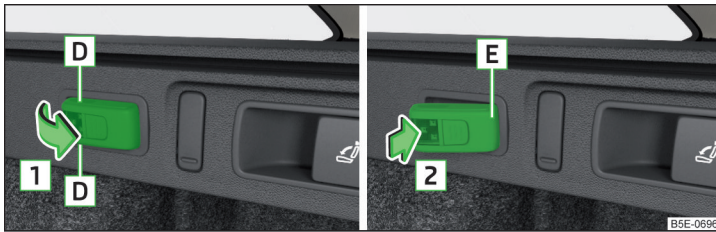

Abb. 141 Leuchte herausnehmen / Leuchte einsetzen
- Zum **Herausnehmen** die Leuchte im Bereich **D** fassen und in Pfeilrichtung **1** herausschwenken » Abb. 141.
- Zum **Einsetzen** die Leuchte zuerst mit dem hinteren Teil **E** in die Halterung einsetzen » Abb. 141 und danach die Leuchte in Pfeilrichtung **2** nachdrücken, bis diese hörbar einrastet.